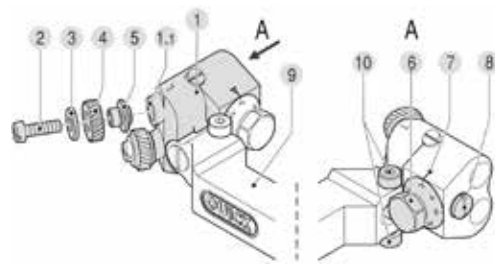
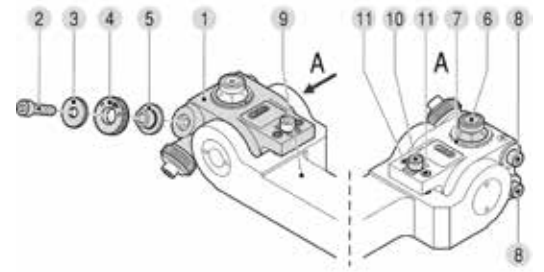

Fig. 1: Esploso C602
Fig. 2: Esploso C622
Per il montaggio o la sostituzione dei godroni di godronatura (fig. 1, pos. 4; fig. 2, pos. 4) allentare completamente la vite a testa piatta (fig. 1, pos. 2) o la vite a testa cilindrica (fig. 2, pos. 2) e rimuovere il godrone di godronatura insieme alla rondella di copertura (fig. 1, pos. 3; fig. 2, pos. 3). Infine inserire il nuovo godrone di godronatura e la rondella di copertura sulla boccia scorrevole (fig. 1, pos. 5; fig. 2, pos. 5) e riavvitare la vite.
La boccia scorrevole (fig. 1, pos. 5; fig. 2, pos. 5), la rondella di copertura (fig. 1, pos. 3; fig. 2, pos. 3), la vite a testa piatta (fig. 1, pos. 2) come anche la vite a testa cilindrica (fig. 2, pos. 2) devono essere sostituite dopo cicli definiti, al più tardi in presenza di notevole usura o parametri di processo devianti.
Se le viti (fig. 1, pos. 2; fig. 2, pos. 2) si allentano durante il processo, si consiglia di utilizzare i frenafilietti LOCTITE® ad alta resistenza. Assicurarsi che le superfici di scorrimento dei supporti per godronatura siano prive di trucioli e controllate regolarmente per rilevare eventuali danni.
| Vite a testa piatta M2,6 | 0,85 Nm | Fig. 1, pos. 2 |
| Vite di regolazione fine M2,6 | 0,85 Nm | Fig. 1, pos. 10 |
| Vite cilindrica M8 | 5 Nm | Fig. 2, pos. 2 + 8 + 10 |
| Vite di regolazione fine M8 | 5 Nm | Fig. 2, pos. 11 |